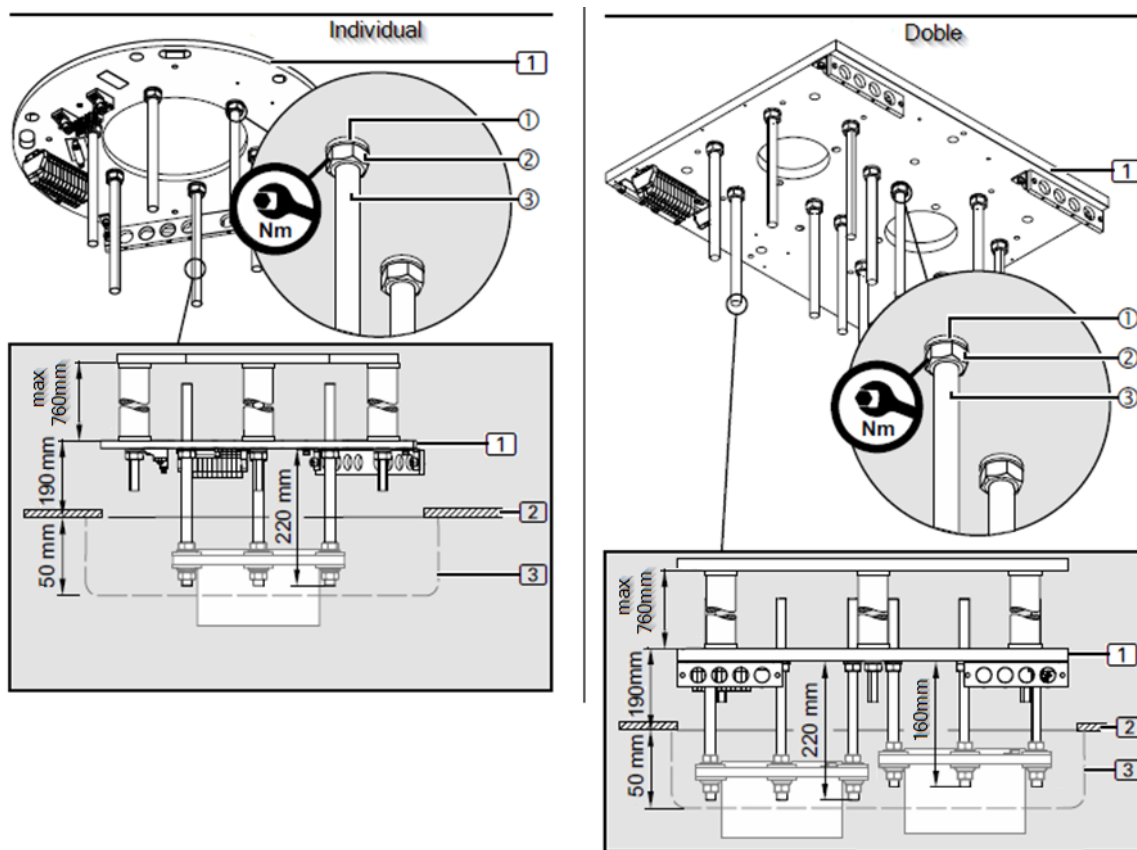

Fig. 11 Montage de la plaque d'interface sur la structure du faux plafond bas
- Réglez la distance entre les écrous hexagonaux M16 (2) et la plaque d'interface (1) à $L = LG - 95 \text{ mm}$ (min. 110 mm / 150 mm).
- Visser les écrous hexagonaux M16 (2) sur les boulons filetés M16 (1) à la distance calculée L.
- À l'aide d'un niveau à bulle numérique, alignez les écrous hexagonaux M16 de (2) à l'horizontale.
- Montez 1 rondelle plate d'un diamètre extérieur de 34 mm (3).
- Placez 1 disque isolant en plastique (4) (comme indiqué dans la figure 11) de manière à ce que la rondelle plate d'un diamètre extérieur de 34 mm (3) repose sur le disque isolant en plastique (4).
- Fixez le disque isolant en plastique (4) aux boulons filetés M16 (1) avec de l'adhésif ou du ruban élastique.